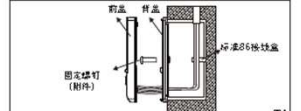

图4
④用附件中的两个固定螺钉将背盖固定在标准86接线盒上。(图4)